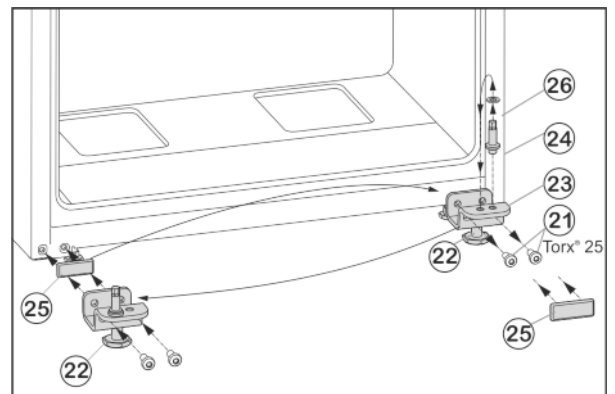

Fig. 9
- ▶ Befestigungsschrauben Fig. 9 (21) abschrauben.
- ▶ Lagerbock unten *Fig. 9 (23)* komplett mit Lagerbolzen *Fig. 9 (24)*, Scheibe *Fig. 9 (26)* und Stellfuß *Fig. 9 (22)*, abnehmen.
- ▶ Lagerbolzen *Fig. 9 (24)* komplett mit Scheibe *Fig. 9 (26)* abschrauben, in das gegenüberliegende Aufnahmeloch des Lagerbocks umsetzen und wieder festschrauben.
- ▶ Abdeckplatte *Fig. 9 (25)* vorsichtig abnehmen und auf die Gegenseite umsetzen.
- ▶ Lagerbock unten *Fig. 9 (23)* komplett, mit Lagerbolzen *Fig. 9 (24)*, Scheibe *Fig. 9 (26)* und Stellfuß *Fig. 9 (22)* auf der neuen Scharnierseite ggf. mit Hilfe eines Akkuschraubers **fest (mit 4 Nm)** wieder anschrauben.
- ▶ Tür von oben auf Lagerbolzen *Fig. 9 (24)* aufsetzen.
- ▶ Stellfuß *Fig. 9 (22)* am Lagerbock unten *Fig. 9 (23)* herausdrehen, bis er auf dem Boden aufliegt.